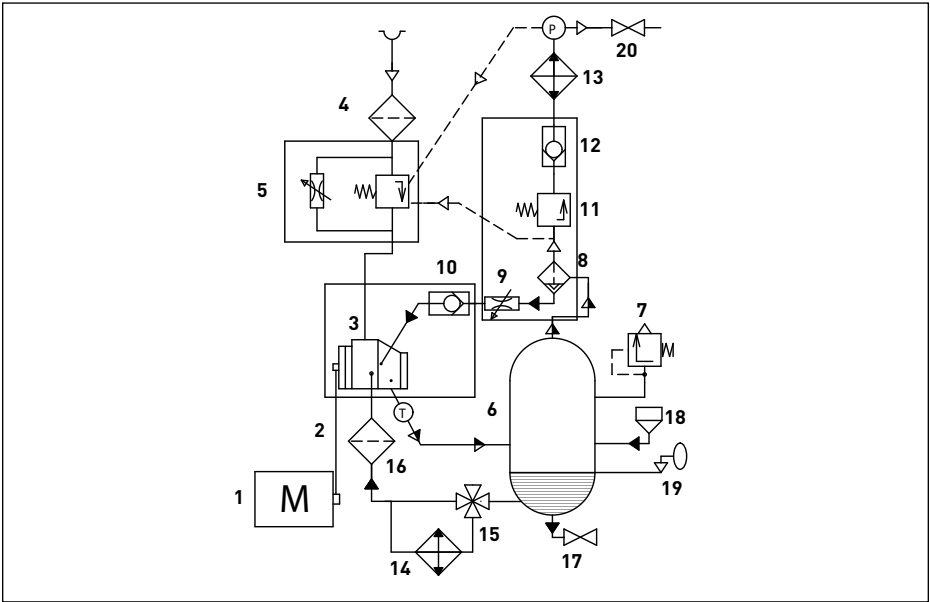

Рис. 2.3.1 Схема пневматическая А 07...А22.
2.4 Принцип действия (Смотри рис. 2.3.1 и 2.3.2)